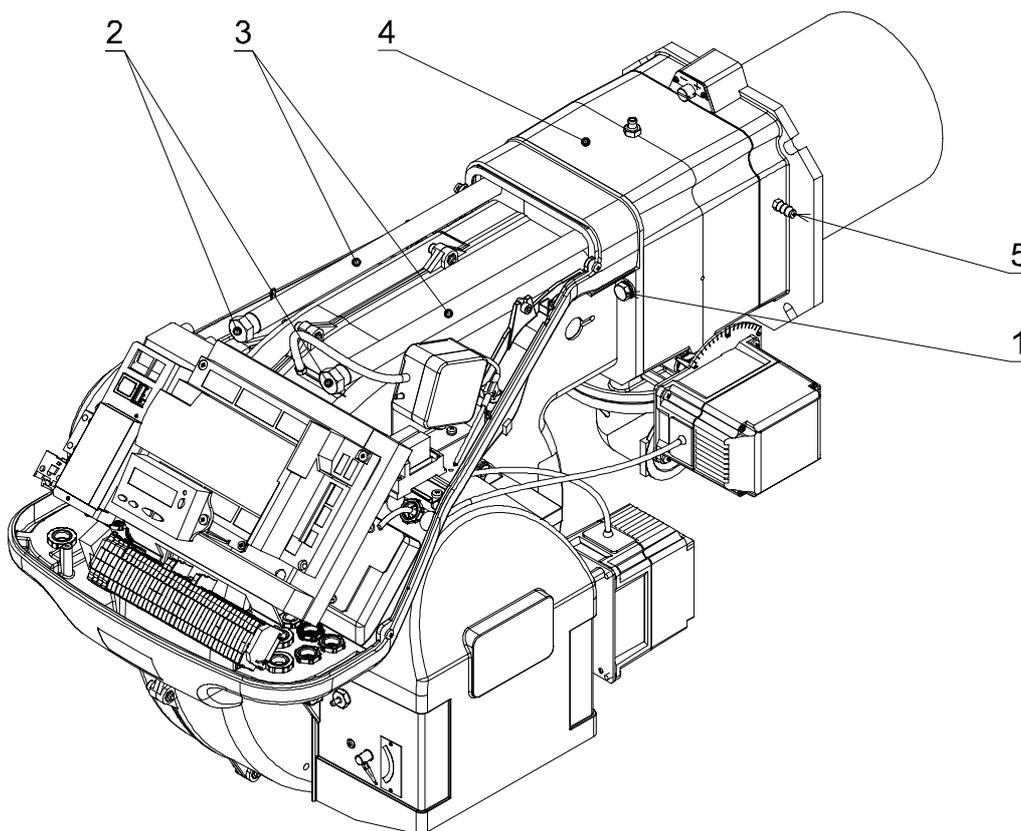

Рис. 18
- вставить кабель зонда и кабель электрода и подвинуть горелку до муфты, положение горелки указано на Рис. 18;